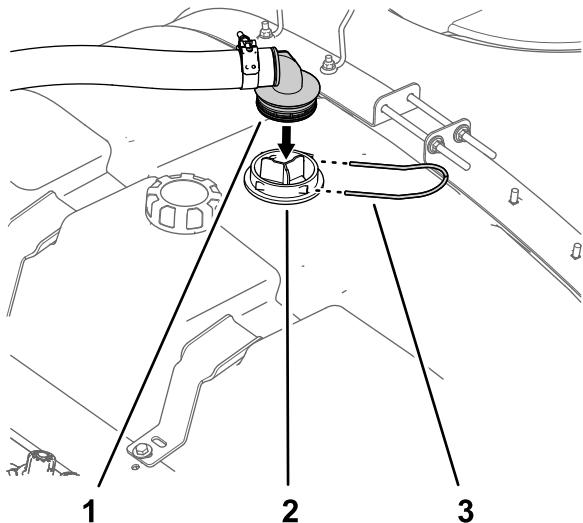

图15
1. 将供水软管的  $90^\circ$  宝塔接头与吸入滤网的外壳对齐图15。
2. 使用在 准备喷洒药缸 \(页码 5\) 的步骤 4 中卸下的固定叉将 90° 度宝塔接头固定到外壳上 图15。